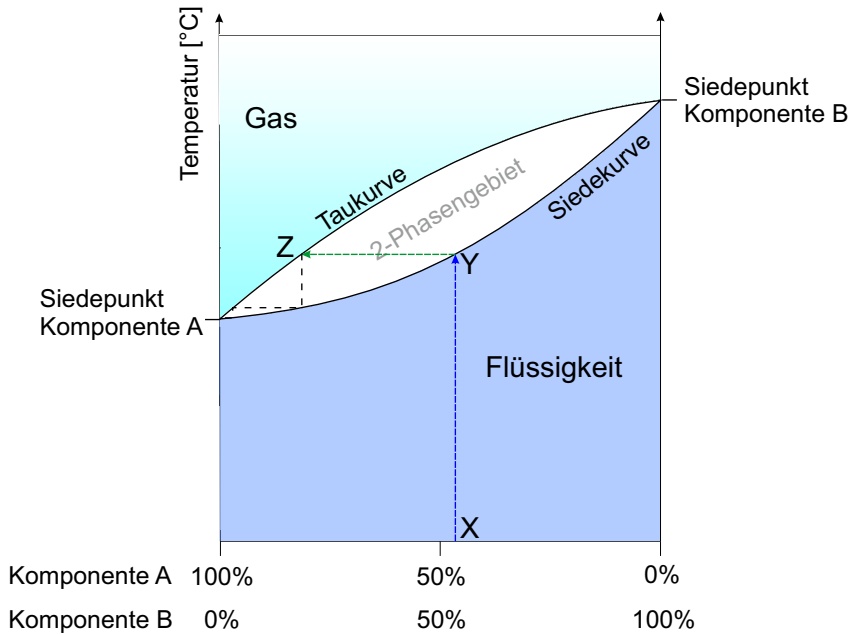

Abbildung 4.13: Siedediagramm für ein Stoffgemisch aus den Komponenten A und B
In einer Destillation erhitzt man das zu trennende Gemisch so lange, bis es zu sieden beginnt. Dabei entsteht Dampf, der nicht die gleiche Zusammensetzung wie das Gemisch hat, sondern reicher an der Komponente ist, die den niedrigeren Siedepunkt besitzt. Dieser Dampf wird kondensiert und das flüssige Kondensat wird aufgefangen. Die Trennung des Gemisches basiert also auf der unterschiedlichen Zusammensetzung der siedenden Flüssigkeit und des gasförmigen Dampfes. Eine destillative Trennung kann anhand eines *Siedediagramms* erläutert werden (► Abbildung 4.13). In diesem ist die Zusammensetzung des zu trennenden Gemisches gegen die Temperatur aufgetragen. Im Siedediagramm beschreibt die *Siedekurve* die Temperatur, bei der ein Gemisch bei einer bestimmten Zusammensetzung siedet. Die *Taukurve* beschreibt die Zusammensetzung des Kondensats in der Gasphase bei einer bestimmten Temperatur. Zwischen der Siedekurve und der Taukurve liegt ein 2-Phasen-Gebiet, in dem Flüssigkeit und Dampf gleichzeitig vorliegen können. Erhitzt man ein Gemisch aus zwei unterschiedlichen Substanzen der Zusammensetzung X , so steigt die Temperatur bis zum Erreichen der Siedekurve (Y) an. In der Gasphase ist die leichter siedende Komponente in höherer Konzentration enthalten. Die Zusammensetzung der Gasphase bei gleicher Temperatur zeigt die Taukurve an, wenn eine waagerechte Linie gezogen wird (Z). Eine Flüssigkeit dieser Zusammensetzung wird erhalten, indem die Gasphase kondensiert wird. Der Gehalt an niedriger siedender Komponente A ist in diesem Kondensat höher. Gleichzeitig verarmt der Rest des Flüssigkeitsgemisches, der als Destillationssumpf bezeichnet wird, an der niedrig siedenden Komponente. In einer herkömmlichen Destillationsvorrichtung, wie z.B. einer Destillationsbrücke (Abbildung 1.2), tropft immer ein gewisser Teil des Kondensats zurück in den Sumpf, wobei sich aufsteigender Dampf mit diesem Kondensat vermischt und die leichter siedende Komponente mit nach oben reißt. So kommt es langsam zu einer Anreicherung der leichter siedenden Komponente A , bis sie rein isoliert werden kann. Dies gilt allerdings nicht für Azeotrope, die weiter unten erläutert werden. Dieser Prozess ist im Siedediagramm durch die weiteren gestrichelten Stufen zwischen Siede- und Taukurve dargestellt.